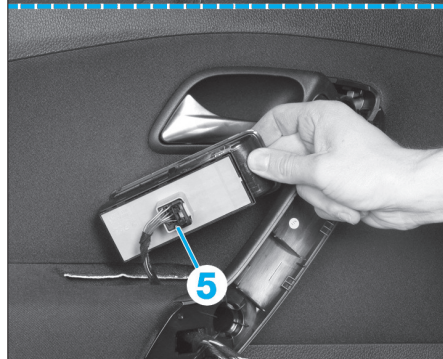

FIG. 57
- Dégrafer la commande de lève-glace (Fig.57).